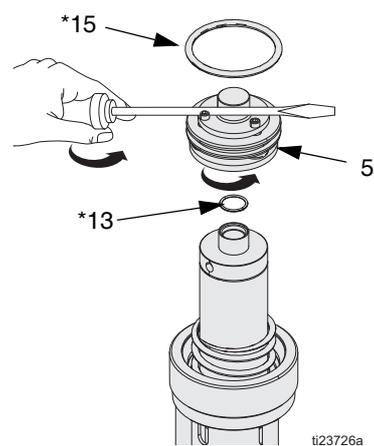

Рис. 12 Воздушный клапан серии В
3. Серия В (и пневматические двигатели в новом исполнении): Отвинтите воздушный клапан (5). Если необходимо дополнительное поворотное усилие, введите острие отвертки между головками винтов и шестигранной головкой воздушного клапана (5). Проверьте уплотнительные кольца (13* и 15*) на наличие повреждений и, если нужно, замените их. Проверьте, чтобы уплотнительное кольцо (13*) было расположено надлежащим образом и не зажималось. См. Рис. 12.
ПРИМЕЧАНИЕ: Инструкции по повторной сборке см. в разделе Ремонт пневматического двигателя (действия 3 и 4, Рис. 12).